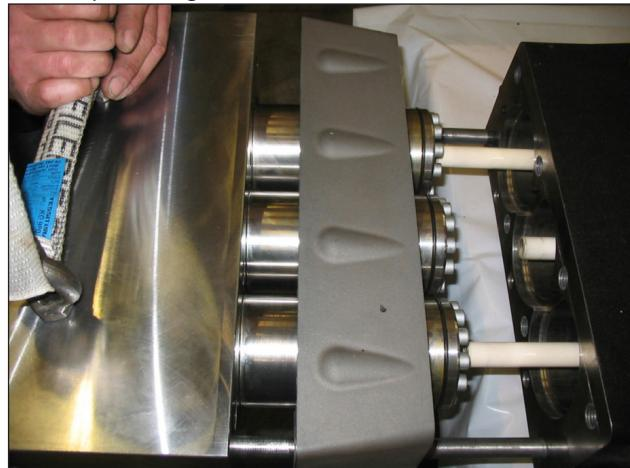

Fig. 97
Separar o cabeçote e o espaçador para camisas do carter da bomba (pos. ①, Fig. 97).